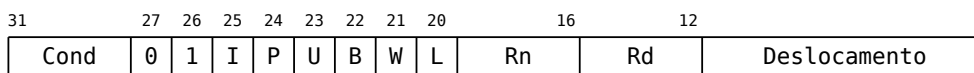

Figura 2.1: Codificação das instruções LDR e STR.
A Figura 2.1 mostra a codificação das instruções de carrega registrador com palavra de memória e armazena registrador em palavra de memória, cujos comandos em linguagem de montagem são respectivamente LDR (do inglês *load register* e STR (do inglês *store register*).
Na Figura 2.1, o campo Cond é o campo de condição, que controla a execução condicional da instrução, conforme descrito na Seção 1.3. Na instrução LDR o campo Rd indica o *registrador destino* (onde o valor da palavra de memória é carregado). Na instrução STR o campo Rd indica o *registrador fonte* (valor que é armazenado na memória). Em ambas as instruções, o campo Rn indica o *registrador base*, que contém o endereço base do operando, utilizado no cálculo do endereço efetivo do operando, que varia de acordo com o modo de endereçamento utilizado pela instrução.
No modo de endereçamento direto, o endereço do operando é dado somente pelo campo Deslocamento da Figura 2.1, ou seja, o registrador base Rn não é utilizado.
- B, se presente, faz com que o montador coloque o valor 1 no bit 22 da instrução (bit B na Figura 2.1), indicando que a operação deve carregar ou armazenar bytes; o byte menos significativo do registrador Rd é carregado ou armazenado (na instrução LDR os outros 24 bits do registrador são zerados). Se não presente, o bit B da instrução é 0 e a operação carrega ou armazena palavras.
- *endereço* é o endereço do operando na memória (normalmente especificado por um rótulo do programa). O montador monta no campo Deslocamento da instrução (Figura 2.1) a diferença entre o ponto corrente de montagem e o endereço do operando.
- B, se presente, faz com que o montador coloque o valor 1 no bit 22 da instrução (bit B na Figura 2.1), indicando que a operação deve carregar ou armazenar bytes; o byte menos significativo do registrador Rd é carregado ou armazenado (na instrução LDR os
Nos modos de endereçamento pré-fixados, o endereço efetivo é formado pelo valor do registrador base mais (ou menos) um *offset*, codificado no campo Offset da instrução (Figura 2.1). A forma do cálculo desse *offset* dá origem a diferentes modos de endereçamento. O *offset* pode ser dado por:
- *expr12* é uma expressão que o montador codifica no campo *Deslocamento* da instrução (Figura 2.1). O endereço efetivo do operando na memória é dado pelo valor do registrador Rn mais o valor de *expr12* com o sinal estendido para 32 bits.
- ! é um indicador se o registrador base deve ser atualizado. Se presente, o montador monta o valor 1 no bit 21 da instrução (bit W, do inglês *write-back*, na Figura 2.1), indicando que o registrador Rn deve ter o valor atualizado, ao final da instrução, com o valor do endereço efetivo. Se ausente, o valor do registrador Rn permanece inalterado.